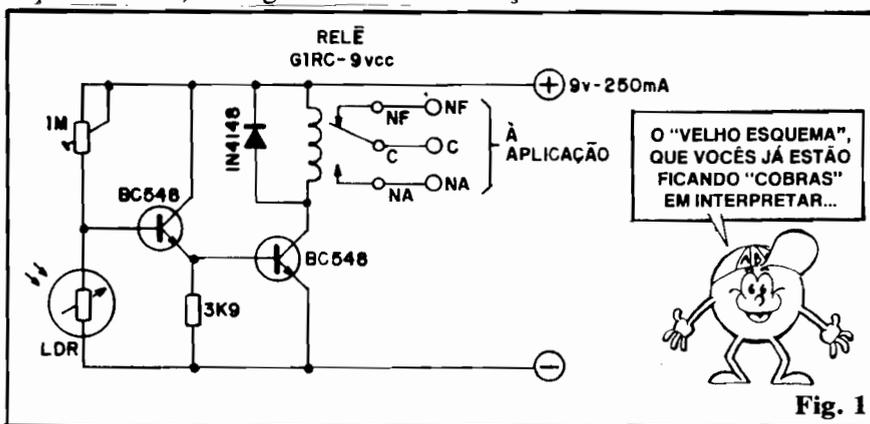

Fig. 1
- **FIG. 1** - O esquema do circuito da B.O.S. Para quem está "chegando agora à Escola", é bom notar que um "esquema" não é mais do que a representação simbólica e estilizada dos próprios componentes e ligações que perfazem um circuito... É, portanto, uma espécie de "mapa" que nos orienta sobre "o quê está lá, e ligado com o
"visuais" importantes. Notem que comparando cada peça com o respectivo símbolo, e mais a sua localização no esquema (fig. 1) é que o Leitor/Aluno vai desenvolvendo sua "percepção" para o assunto (que, na verdade, não tem o menor "segredo", tratando-se de mais elementar iconografia.